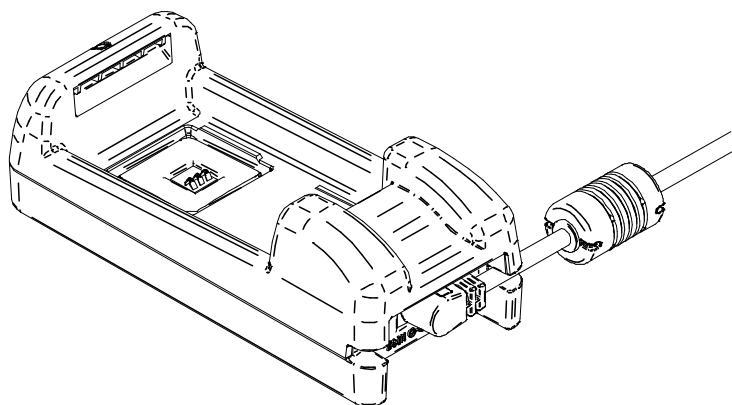

Figura 17-3 Fissaggio del cavo CA
- (1) Collegare il cavo CA all'adattatore CA.
- (2) Inserire la spina CC dell'adattatore CA nel connettore di alimentazione del caricabatterie. Fissare il cavo dell'adattatore CA alla scanalatura del caricabatterie, come mostrato nella Figura 17-3. (Il cavo può essere fissato sulla scanalatura sinistra o destra.)
- (3) Inserire la spina CA del cavo CA in una presa. Il LED del caricabatterie passa da spento a verde.